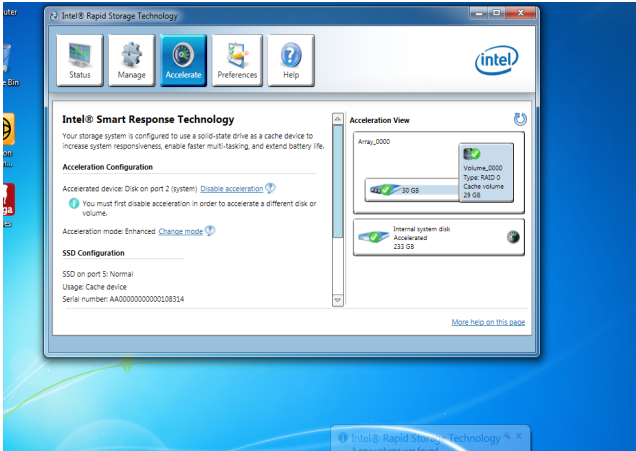

图3
4. 选择SSD尺寸及目的硬盘及加速mode後按ok出现如下图3， 此时Intel smart response Technology已设定完成， 硬盘加速， 硬磐加速的效果取決於SSD本身的速度。